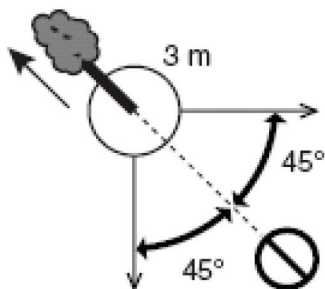

Рис. 12
3. Когда дерево начнет падать, путь отхода должен быть направлен по диагонали в сторону, противоположную направлению падения, под углом 45 градусов, и вы должны отойти минимум на 3 метра от ствола, на тот случай, если во время падения комель дерева отскочит в сторону (Рис. 12)